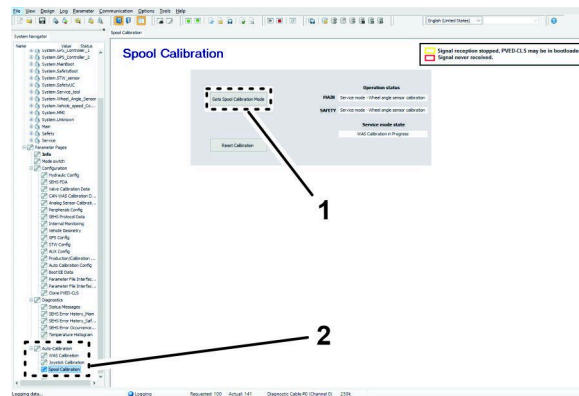

Figura 152
2. No seu computador, clique no ícone SPOOL CALIBRATION (Figura 152).
3. Na página Spool Calibration, clique no ícone GOTO WAS CALIBRATION MODE (Figura 152).